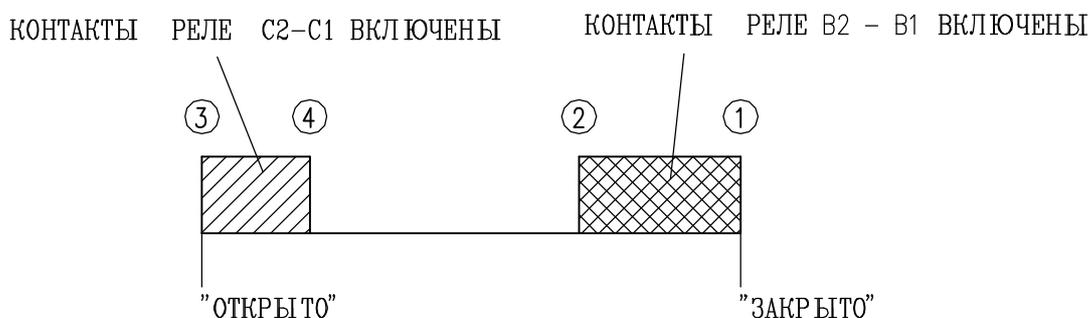

Рис.10
#### 4.2 Местное электрическое управление (рис. 10)
**Примечание 4:** Рис.10, показывающий последовательный нажим устанавливающей кнопки Т1 от первого нажима вплоть до 4 нажима вместе с состоянием контактов в диапазоне блокирования или сигнализации.
В случае проблем при установке, выключите питательное напряжение электронного модуля и повторно присоедините его после приблизительно 10 сек. Если проблемы при настройке не исчезают, совершите ресет электронной доски коротким замыканием пинов 4 и 5 конектора J4 (Рис.10) на приблизительно 2 сек.